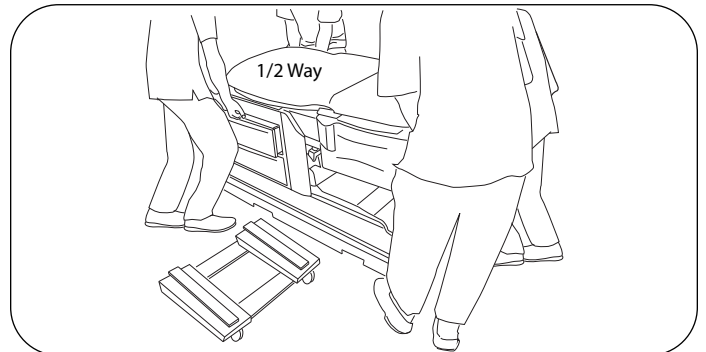

Figura 22. Puntos de elevación traseros
1. Por seguridad, mueva la mesa al carro para muebles en dos pasos. Levante la mesa recta, mueva la mitad fuera del pallet y bájela recta (Figura 22).